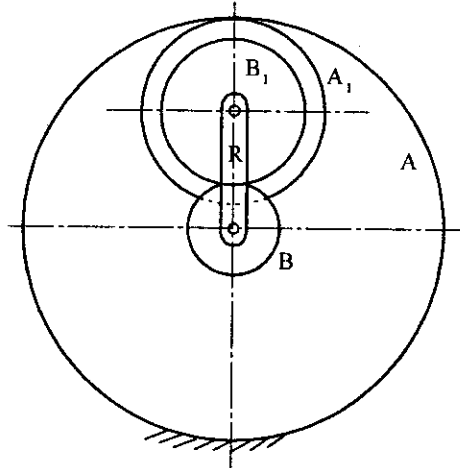

Fig. 7.27
**Solution :** (Refer fig. 7.27)